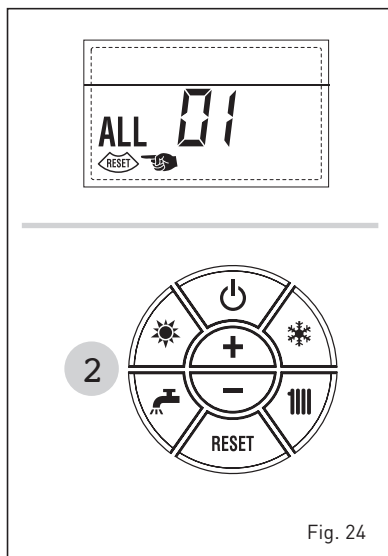

Fig. 24
- ANOMALIA SCARICO FUMI "ALL 01" (fig. 24)
- ANOMALIA BASSA PRESSIONE ACQUA "ALL 02" (fig. 24/a)